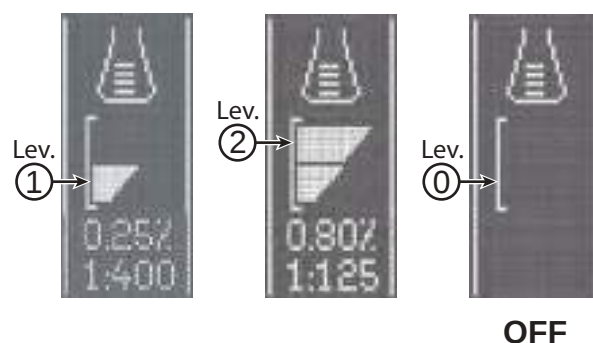

Abbildung 7
Die Mischanlage für Reinigungsmittel und Wischwasser wird automatisch eingeschaltet, wenn die Bürste in Betrieb ist. Der Prozentsatz des zum Wischwasser gemischten Reinigungsmittels wird auf Ebene 1 eingestellt (Abb. 7). Der Prozentsatz kann durch Drücken der Taste (49) auf Ebene 2 erhöht oder auf Ebene 0 auf Null gestellt werden. Die eingestellten Prozentsätze werden auf dem Multifunktionsdisplay angezeigt (50-H).